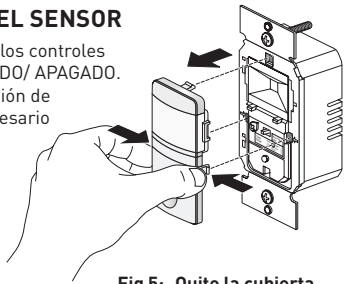

Fig 5: Quite la cubierta
2. Agarre con firmeza los lados de la cubierta delantera abajo del lente donde dice "Open" (Ver Fig. 5). Apriete un lado primero hasta que salga, después haga lo mismo con el otro lado. Retire el cubierto del unidad.
2. Agarre con firmeza los lados de la cubierta delantera abajo del lente donde dice "Open" (Ver Fig. 5). Apriete un lado primero hasta que salga, luego haga lo mismo con el otro lado. Retire la cubierta de la unidad.